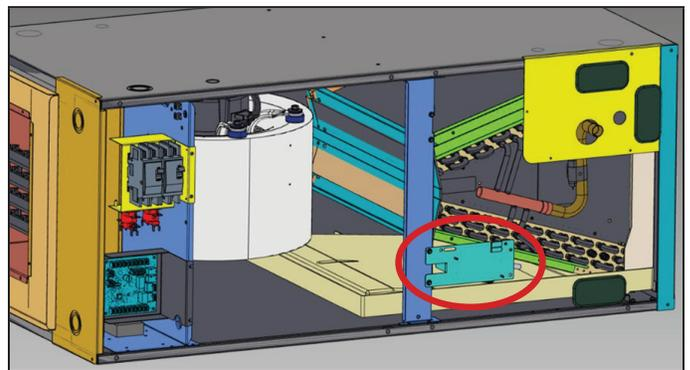

FIGURA 11
- 3 - Después de volver a colocar el conjunto del serpentín y el soporte central en la unidad y quitar los paneles de la unidad de manejo de aire, instale el conjunto del soporte del sensor en el soporte central alineando los orificios, como se muestra en la figura 11.